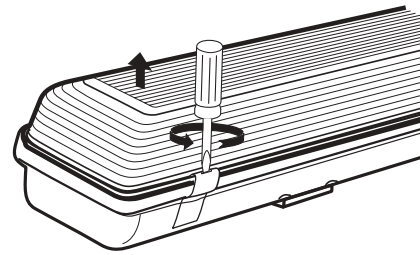

Figure 2
1. **To open latches**, insert a flat blade screwdriver into small rectangle slot on each latch and twist screwdriver to disengage latch. See Fig. 2
1. **Pour ouvrir les fermoirs**, insérer un tournevis à lame plate dans l'encoche rectangulaire du fermoir et tourner afin de déclencher le fermoir. **Voir la figure 2.**
1. **Para abrir los picaportes**, meta un destornillador plano en la ranura pequeña rectangular en cada picaporte y tuerce el destornillador para soltar el picaporte.- **Vea Fig. 2.**